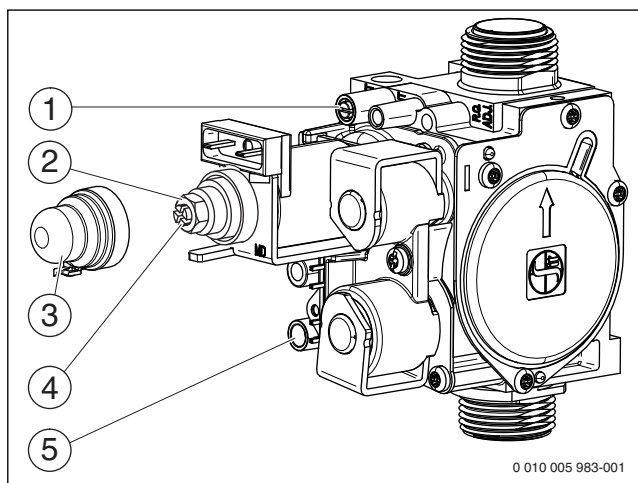

Рис. 31 Газовая арматура
- Отверните уплотнительный винт штуцера измерения давления на форсунках (рис. 31, [1]) и подсоедините U-образный манометр.
- Снимите крышку (рис. 31, [3]).
- Значение «max» давления (мбар) на форсунках приведено в таб. на стр. 43. Установите давление на форсунках регулировочным винтом максимального расхода газа (рис. 31, [2]). Поворот направо - больше газа, поворот налево - меньше газа.
- Значение «min» давления (мбар) на форсунках приведено в таб. на стр. 43. Установите давление на форсунках регулировочным винтом минимального расхода газа (рис. 31, [4]).
- Выключите котёл и закройте газовый кран, отсоедините U-образный манометр и заверните уплотнительный винт (, [1]). Рис. 31
- Отверните уплотнительный винт на штуцере измерения подаваемого давления газа (рис. 31, [5]) и подсоедините манометр.
- Установите и опломбируйте крышку (рис. 31, [3]).